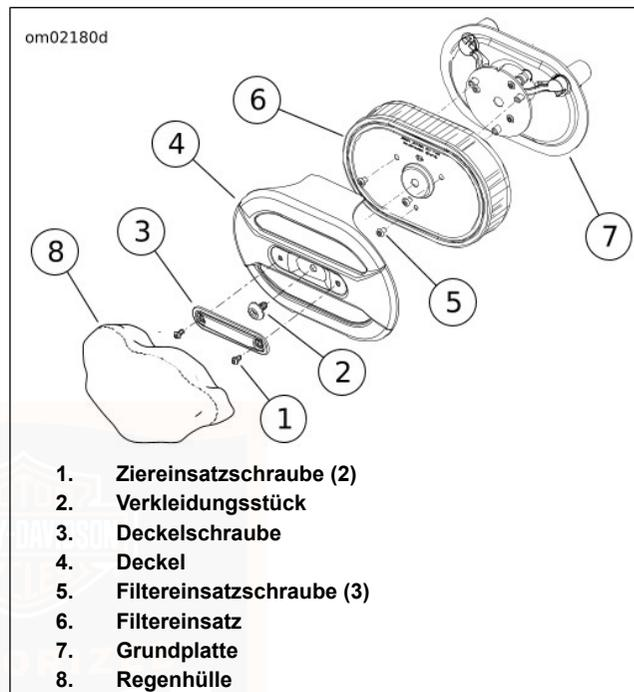

Abbildung 54. Luftfilter: FLSTFBS
Siehe Abbildung 54. Unter feuchten Bedingungen oder bei Regenwetter kann Wasser in den Motor eindringen, da der Filtereinsatz freiliegt. Wenn das Motorrad geparkt ist, kann eindringendes Wasser zu Motorkorrosion oder -schäden führen. Während der Fahrt kann Wasser Fehlzündungen des Motors verursachen.
1. Siehe Abbildung 54. Zwei Schrauben (1) entfernen. Zierring (2) entfernen.
2. Die Schraube (3) entfernen, um die Abdeckung (4) zu lösen. Die Abdeckung entfernen.
3. Drei Schrauben (5) entfernen, um den Filtereinsatz (6) zu lösen. Den Luftfiltereinsatz entfernen.
1. Siehe Abbildung 54. Den Filtereinsatz (6) auf die Grundplatte (7) setzen.
2. Die Luftfiltereinsatzschrauben (5) einbauen. Auf folgendes Drehmoment anziehen: 6,2–6,8 N·m (55–60 **in-lbs**).
3. Die Luftfilterabdeckung (4) auf der Grundplatte anbringen. Einen Tropfen LOCTITE 243 MEDIUM STRENGTH THREADLOCKER AND SEALANT (blue) auf die Gewinde jeder Schraube auftragen. Auf folgendes Drehmoment anziehen: 4–6,8 N·m (36–60 **in-lbs**).
4. Ziereinsatz (2) anbringen. Die Verkleidungsstückschrauben (1) anbringen. Auf folgendes Drehmoment anziehen: 3,1–3,6 N·m (27–32 **in-lbs**).